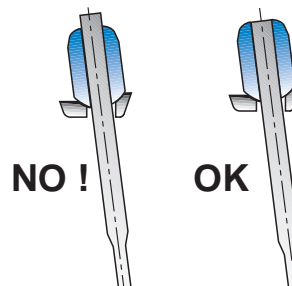

Fig. 61
- Tensionate uno ad uno tutti i raggi (sia sul lato destro, sia sul lato sinistro) avvitando i dadi fino a portare l'estremità del raggio a filo del fondo del dado (Fig. 61), controllando sempre che le piastrine rimangano in posizione corretta.
- Tension all the spokes one by one (on both RH and LH sides) by tightening the nuts until the end of the spoke is snug against the nut (Fig. 61), always making sure that the plates remain in the correct position.
- Alle Speiche nacheinander spannen (sowohl auf der rechten, wie auf der linken Seite) und dabei die Mutter so lange anziehen bis das Ende der Speiche bündig mit der Simfläche der Mutter abschließt (Abb. 61) und ständig überprüfen, ob die Plättchen weiter korrekt ausgerichtet bleiben.
- Tendez un à un tous les rayons (aussi bien sur le côté droit que sur le côté gauche) en vissant les écrous jusqu'à porter l'extrémité du rayon à ras du fond de l'écrou (Fig. 61), en contrôlant toujours que les plaquettes restent en position correcte.
- Tensar uno a uno todos los radios (tanto del lado derecho como del lado izquierdo), enroscando la tuerca hasta que el extremo del radio quede a ras del fondo de la tuerca (Fig. 61), controlando siempre que la placa permanezca en la posición correcta.
- Span alle spaken één voor één door de moer aan te draaien totdat het einde van de spaak in de moer zit (fig. 61), controleer of de plaatjes in de juiste richting staan.